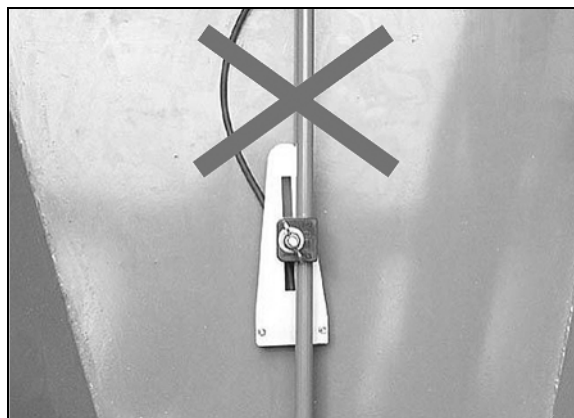

Рис. 89
2. Открутите гайку-барашек (Рис. 89/2).
3. Установите высоту датчика уровня (Рис. 89/1) в соответствии с необходимым остаточным количеством посевного материала.
4. Затяните гайку-барашек (Рис. 89/2).
Монтаж датчика уровня выполняйте как показано на рисунке (Рис. 89)! Датчик уровня не должен, как показано на рисунке (Рис. 90), прилегать к корпусу бункера!